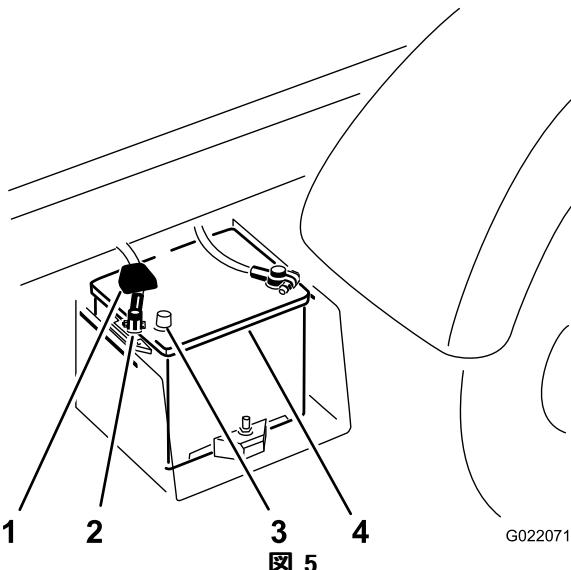

図 5
- C. プラスのバッテリー端子からケーブルを外す（図 5）。